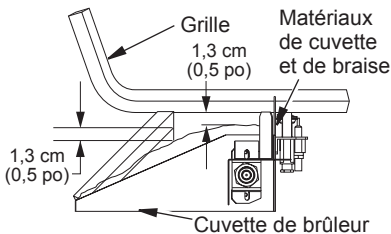

Figure 22 - Dégagements des matériaux de cuvette et de braise
4. Placez tout juste assez de matériau pour couvrir la surface au complet et laissez un espace d'environ 1,3 cm (1/2 po) sous les membres du berceau à bûches pour permettre à l'air de passer (voir figure 22).